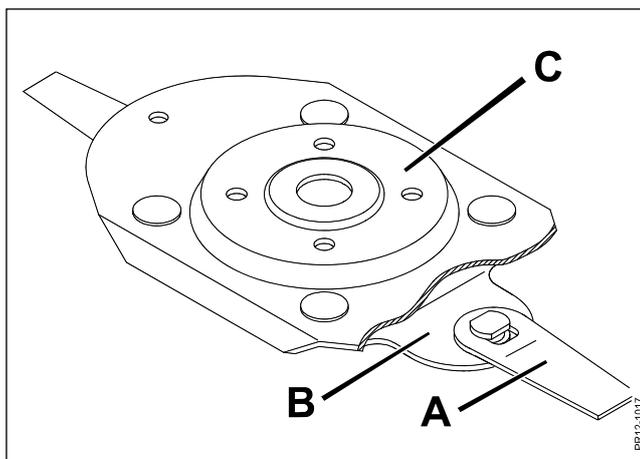

Fig. 5-15
Fig. 5-15 Das System wird Quick and Safe (QS) genannt. Dieses bezeichnet die schnelle Montage/Auswechslung von Messern und bezeichnet ferner die hohe Sicherheit, dass die Messer **A** nicht unbeabsichtigt von dem Messerhalter **B** - der an der Scheibe **C** mit Bolzen befestigt ist - freigemacht werden können.